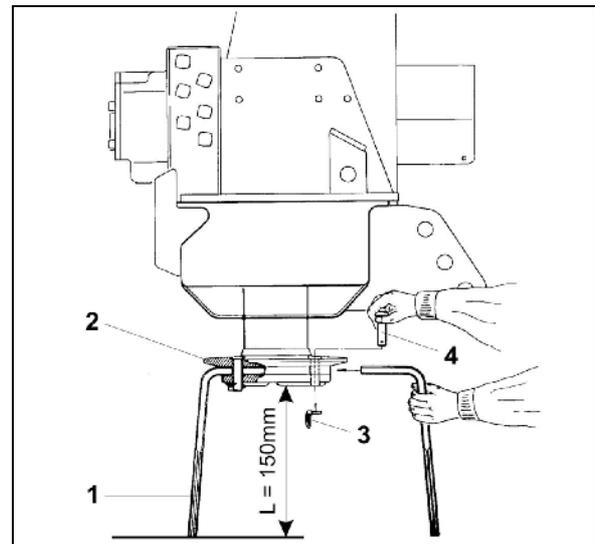

Fig. 80
Les dents (Fig. 80/1) sont fixées dans les fourreaux des porte-dents (Fig. 80/2).
1. Retirez la goupille (Fig. 80/3) de l'axe de fixation (Fig. 80/4).
2. Chassez l'axe (Fig. 80/4) vers le haut pour le sortir du porte-dents.